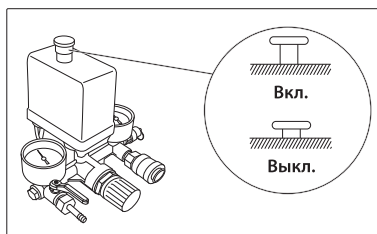

рис. 7
- пусковой выключатель на реле давления находится в положении «О» — «OFF» («Выкл») (рис. 7).